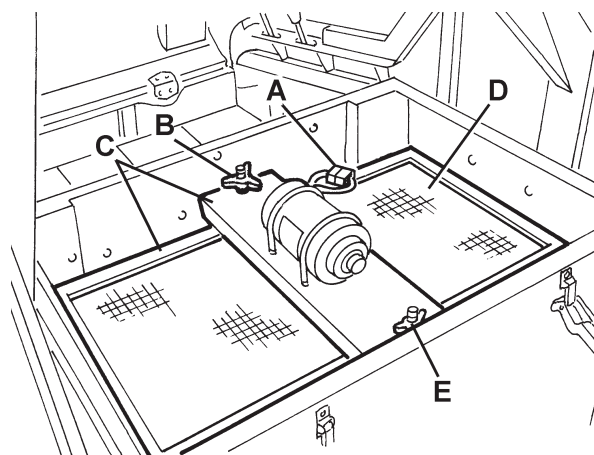

Figure 13
15. Débrancher le connecteur (A, Fig. 13) du secoueur.
16. Dévisser les pommeaux (B, Fig. 13) et enlever le cadre de fixation (C) du filtre.
17. Enlever le filtre à poussière (D, Fig. 13).